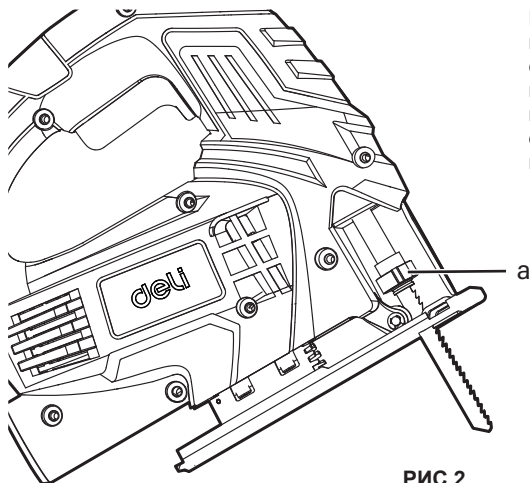

РИС.2
**Важно!** Перед началом сборки и регулировки необходимо отключить инструмент от сети. **Замена полотна (см. рис. 2)**